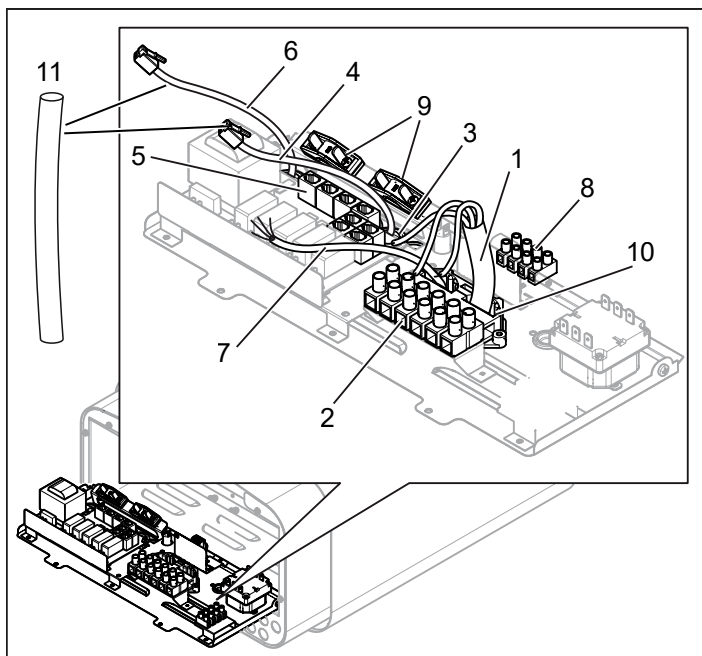
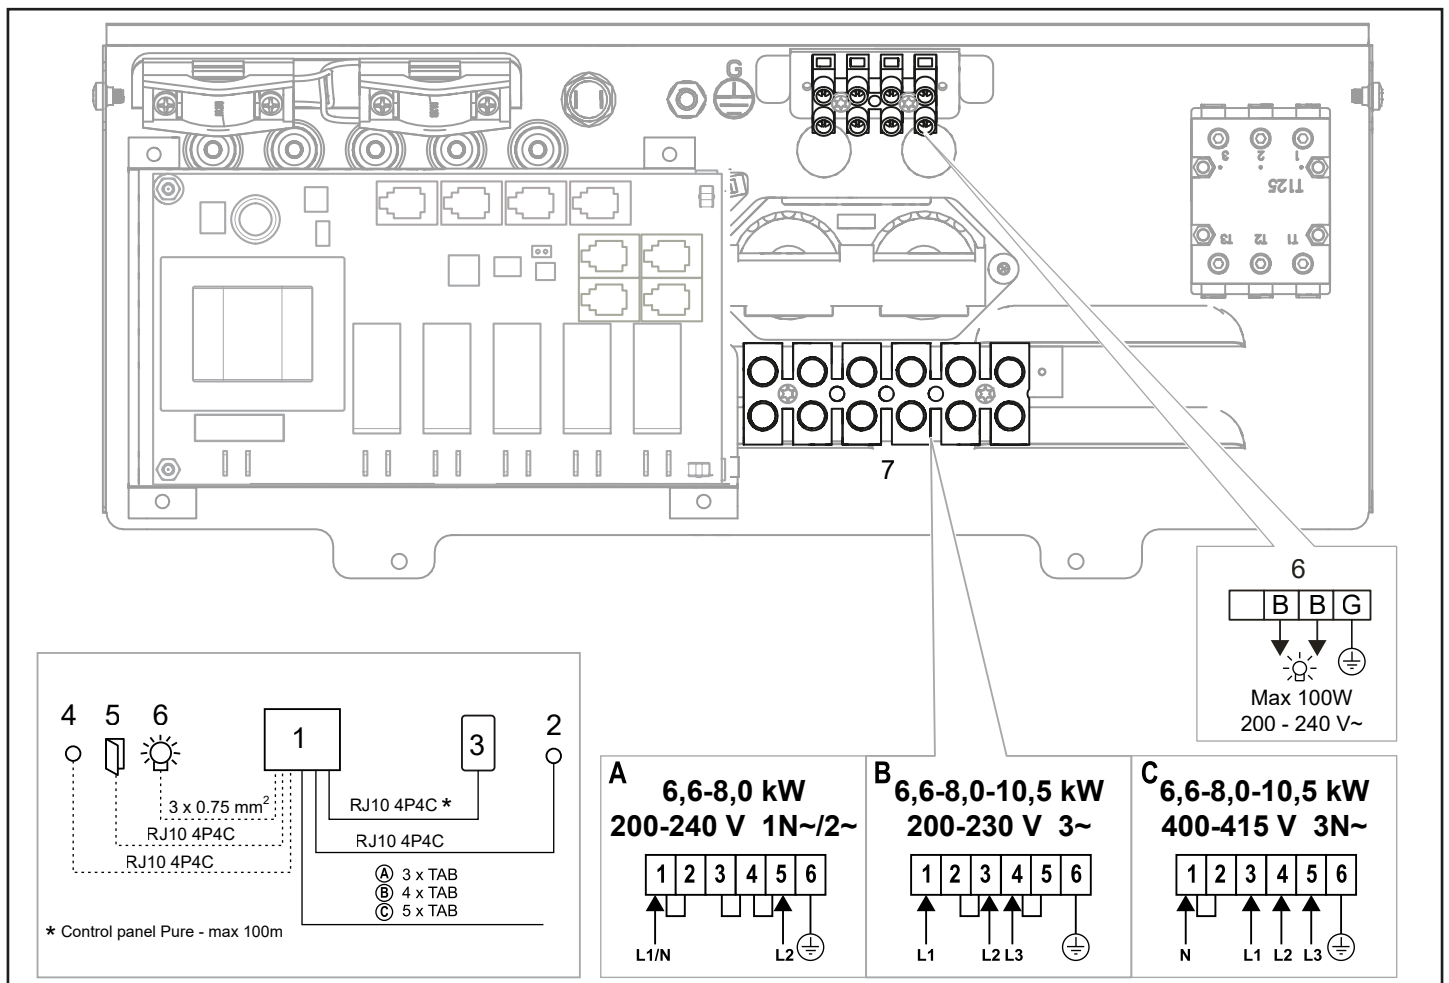
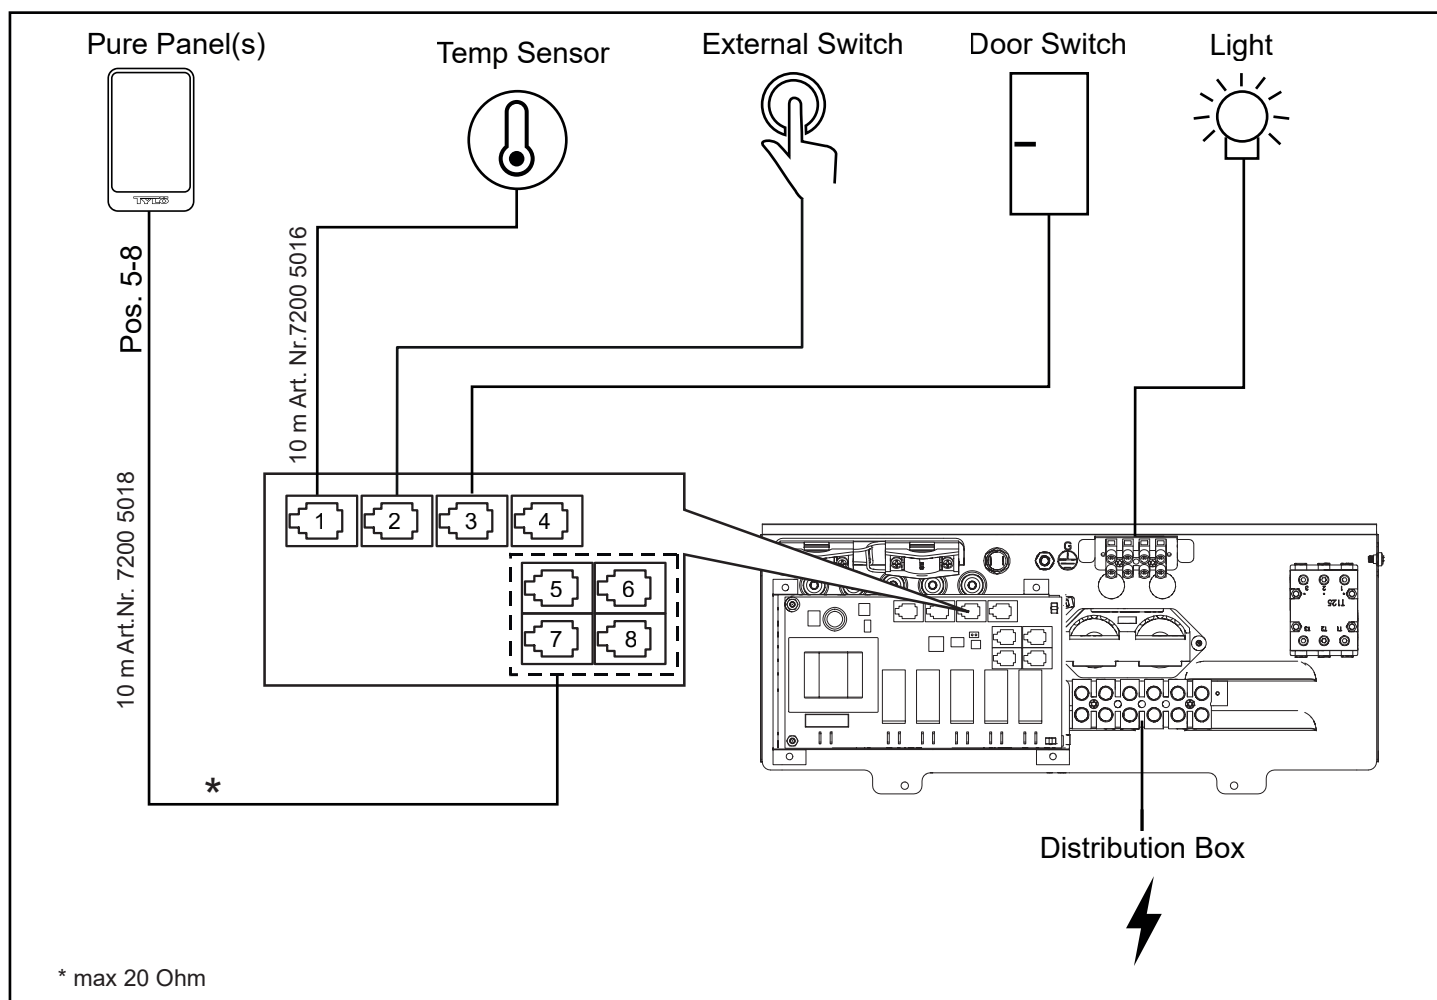

Fig 9: Kretskortet
Fig 17: Kopplingschema
Fig. 18. Schematisk installation Sense Pure
3. Anslut elkabeln (se Fig 9) enligt kopplingsschema (se Fig 17).
4. Dra kablar för manöverpanel och temperatursensor genom kabelgenomföringarna (se Fig 9). Anslut manöverpanelens kabel i en av de fyra RS485-kontaktarna (position 5-8) (5) (se Fig 18).
5. Anslut sensorns kabel till NTC-kontakten på kretskortet (position 1) (5) (se Fig 18).
6. Anslut eventuell kabel till belysning se Fig 9, enligt kopplings schema Fig 17.
Vid inkoppling till spänningar eller fas-tal, som inte anges i kopplingschema Fig 17, kontakta Tylö kundservice.